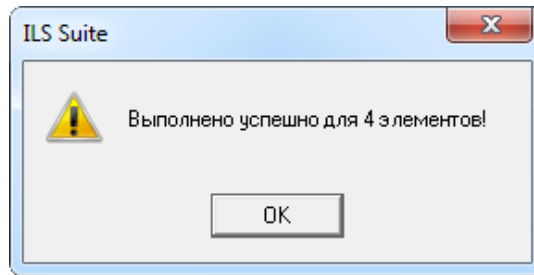

Рис. 10-113 – Информационное сообщение о перезаписи параметров надежности для дочерних компонентов
- 4) В открывшемся диалоговом окне нажать кнопку «Да» для подтверждения действия (рис. 10-113).